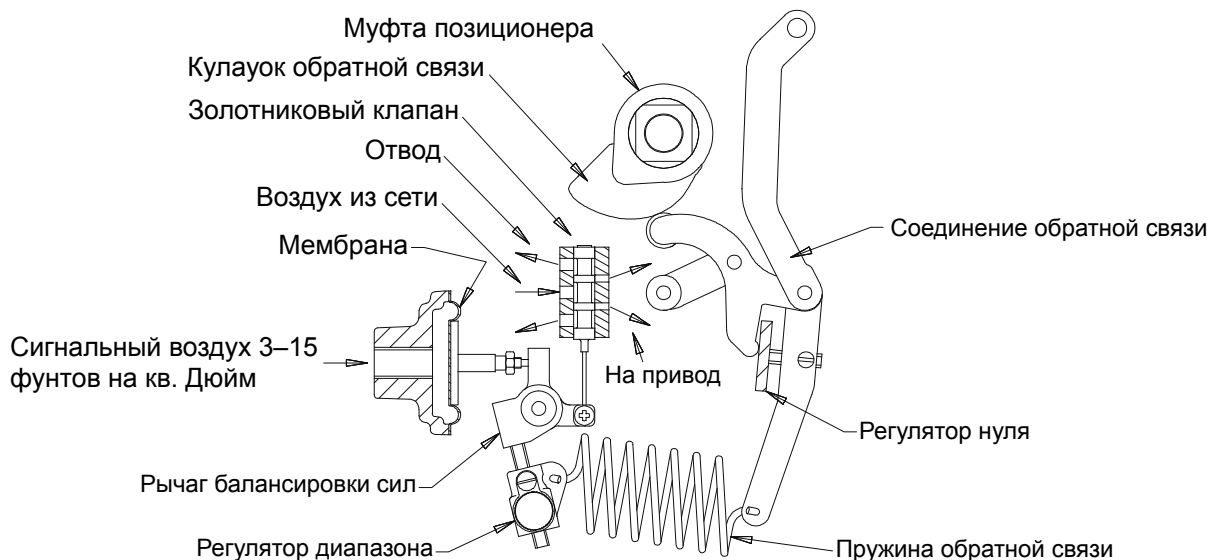

РИСУНОК 4. ПРИНЦИП РАБОТЫ
4.2 Регулировка нуля и диапазона (смотрите Рисунок 4).